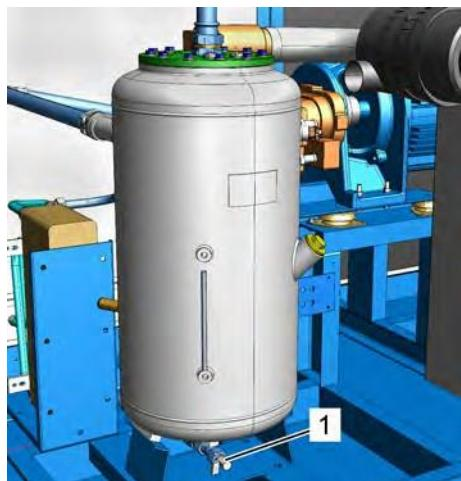

Рис. 44: Водосток
7. → Откройте водосток (Рис. 44/1).
- 13.** Закройте водосток (Рис. 44/1).